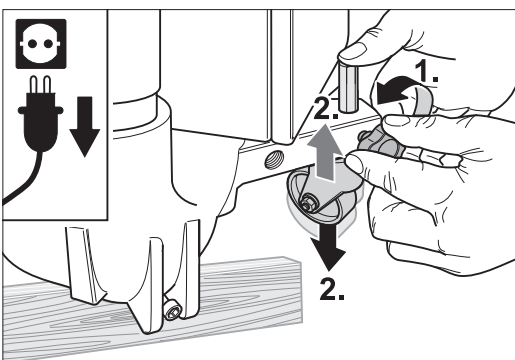

Abb. 25: Die Sterngriffschraube vorsichtig lösen und die Lenkrolle einstellen.
- 4 Lösen Sie vorsichtig die Sterngriffschraube am Lenkrollenarm des Ventilatorgehäuses (Abb. 25).